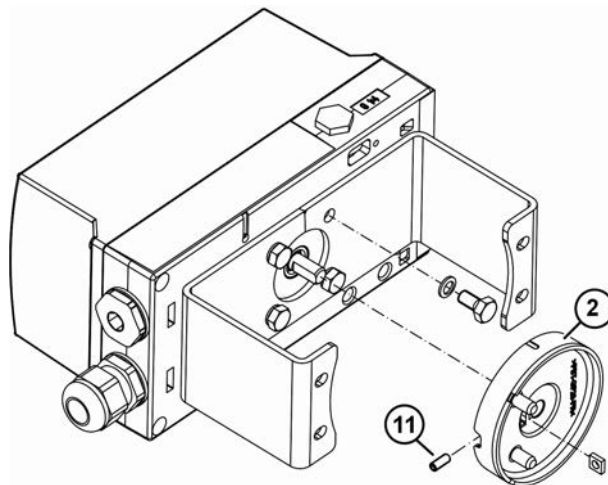

Рис. 20: Монтаж колесика муфты на позиционере
3. Рис. 20: Надвинуть колесико муфты (2) до упора на ось позиционера, оттянуть примерно на 1 мм назад и затянуть винт с внутренним шестигранником (18) входящим в объем поставки шестигранным ключом.